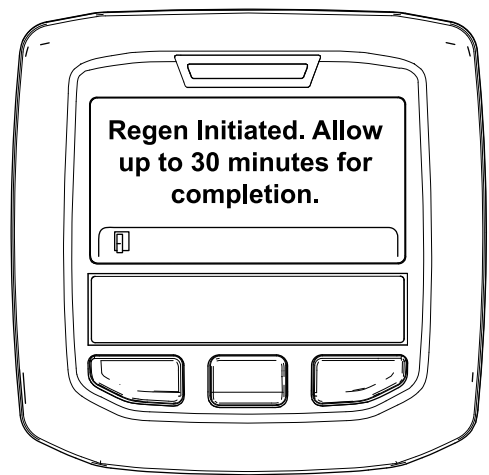

Figura 52
- Si la regeneración se permite, aparece el mensaje "Regen Initiated. Allow up to 30 minutes for completion" (Regeneración iniciada, espere 30 minutos hasta que finalice) en el InfoCenter y debe esperar a que la máquina finalice el proceso de regeneración con la máquina aparcada (Figura 52).